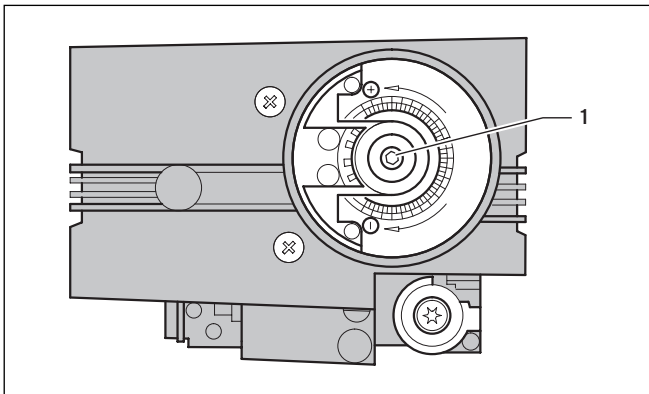

Fig. 6.3 Șurub debit gaz
Reglarea gazului pentru sarcina termică nominală se realizează prin șurubul de debit gaz (1, Fig. 6.3) cu ajutorul unei chei cu locaș hexagonal de 3 mm al armăturii de gaz.
- Corecțați la nevoie conținutul CO₂ la șurubul de debit gaz (1, Fig. 6.3) cu ajutorul unei chei cu locaș hexagonal de 3 mm conform tabelului 6.2.